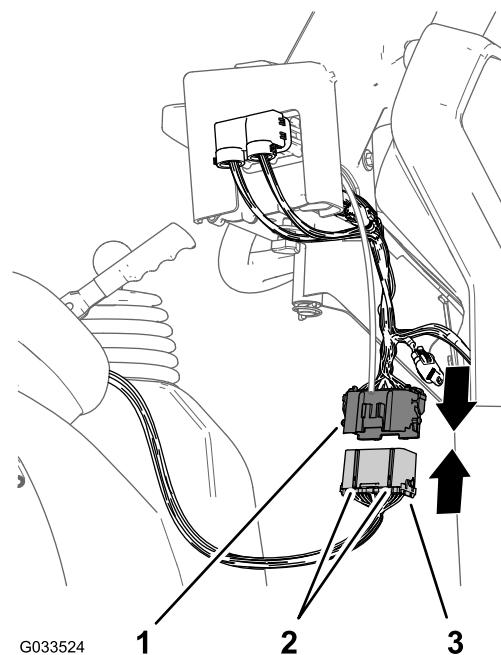

Figura 23
1. Aline as duas chaves do conector de 38 pinos da cablagem traseira do pulverizador com as duas ranhuras de chave do conector de 38 tomadas da cablagem frontal ligada à consola de controlo (Figura 23).
2. Ligue o conector da cablagem traseira no conector da cablagem frontal até que as partilhas dos conectores encaixem em conjunto em segurança (Figura 23).